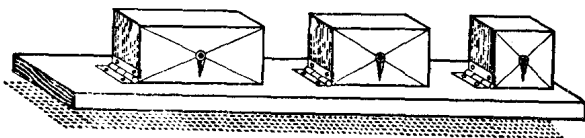

图 1-3 演示稳度与支面的关系
2. 按图1-3所示把三个木块放好，这时三个木块都平躺在底座上，重心一样高，但是支面却不一样大。将底座右端